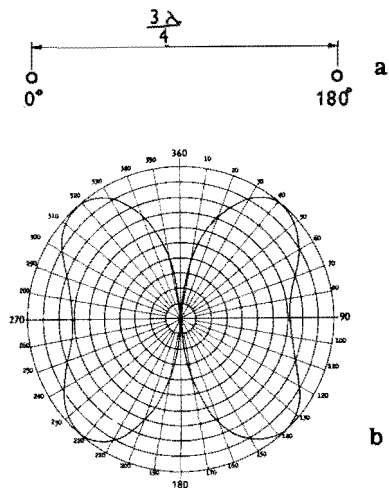

Bild 3. Enkel pejl (a) med diagram (b)
- Bild 3. Enkel pejl (a) med diagram (b)
Om man använder dipolerna 1 och 2, som är hopkopplade så att  $180^\circ$  fasskillnad erhålls och sitter  $3/4$  våglängd från varandra (bild 3 a, s k enkel pejl), skulle man få ett pejldiagram enligt bild 3 b. I diagrammet är spänningen från antennen avsatt radiellt för varje bäring. Med en sådan pejlantenn kan man inte skilja på bäring och kontrabäring.